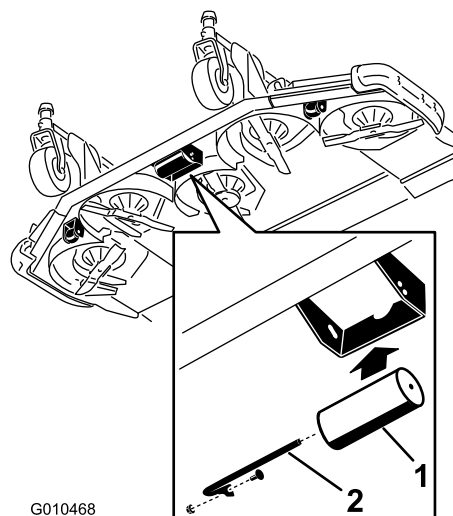

Figure 30
2. Sortez l'axe des trous inférieurs du support, placez le galet en face des trous supérieurs et montez l'axe (Figure 30).